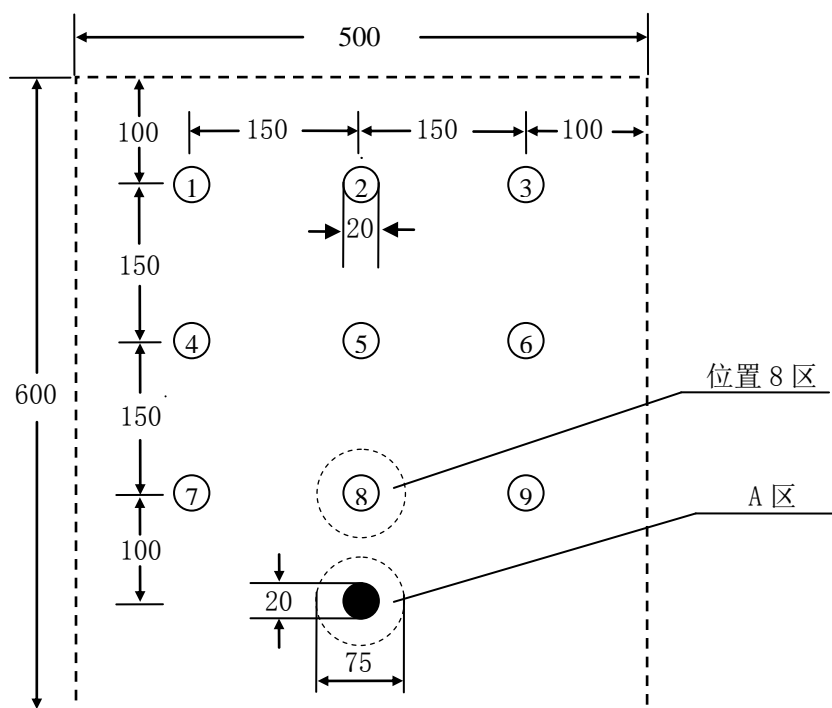
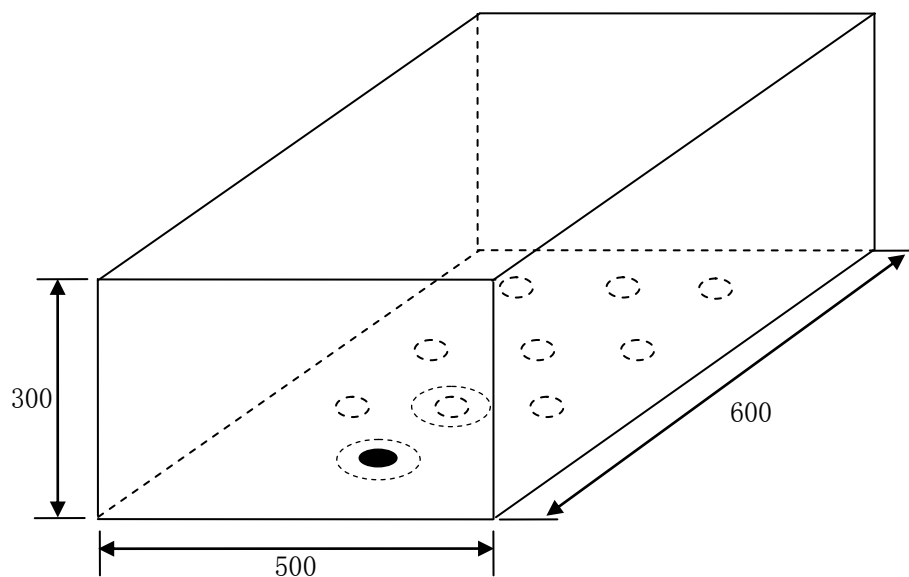

图 1 飞行区域俯视图（图中单位：cm）
图 2 飞行区域立体图（图中单位：cm）
设计并制作四旋翼自主飞行器探测跟踪系统，包括设计制作一架四旋翼自主飞行器，飞行器上安装一向下的激光笔；制作一辆可遥控小车作为信标。飞行器飞行和小车运行区域俯视图和立体图分别如图 1 和图 2 所示。
- (1) 四旋翼自主飞行器（以下简称飞行器）摆放在图 1 所示的 A 区，一键式启动飞行器，起飞并在不低于 1m 高度悬停，5s 后在 A 区降落并停机。悬停期间激光笔应照射到 A 区内。
- (2) 手持飞行器靠近小车，当两者距离在 0.5~1.5m 范围内时，飞行器和小车发出明显声光指示。
- (3) 小车摆放在位置 8。飞行器摆放在 A 区，一键式启动飞行器，飞至小车上方且悬停 5s 后择地降落并停机；悬停期间激光笔应照射到位置 8 区内且至少照射到小车一次，飞行时间不大于 30s。